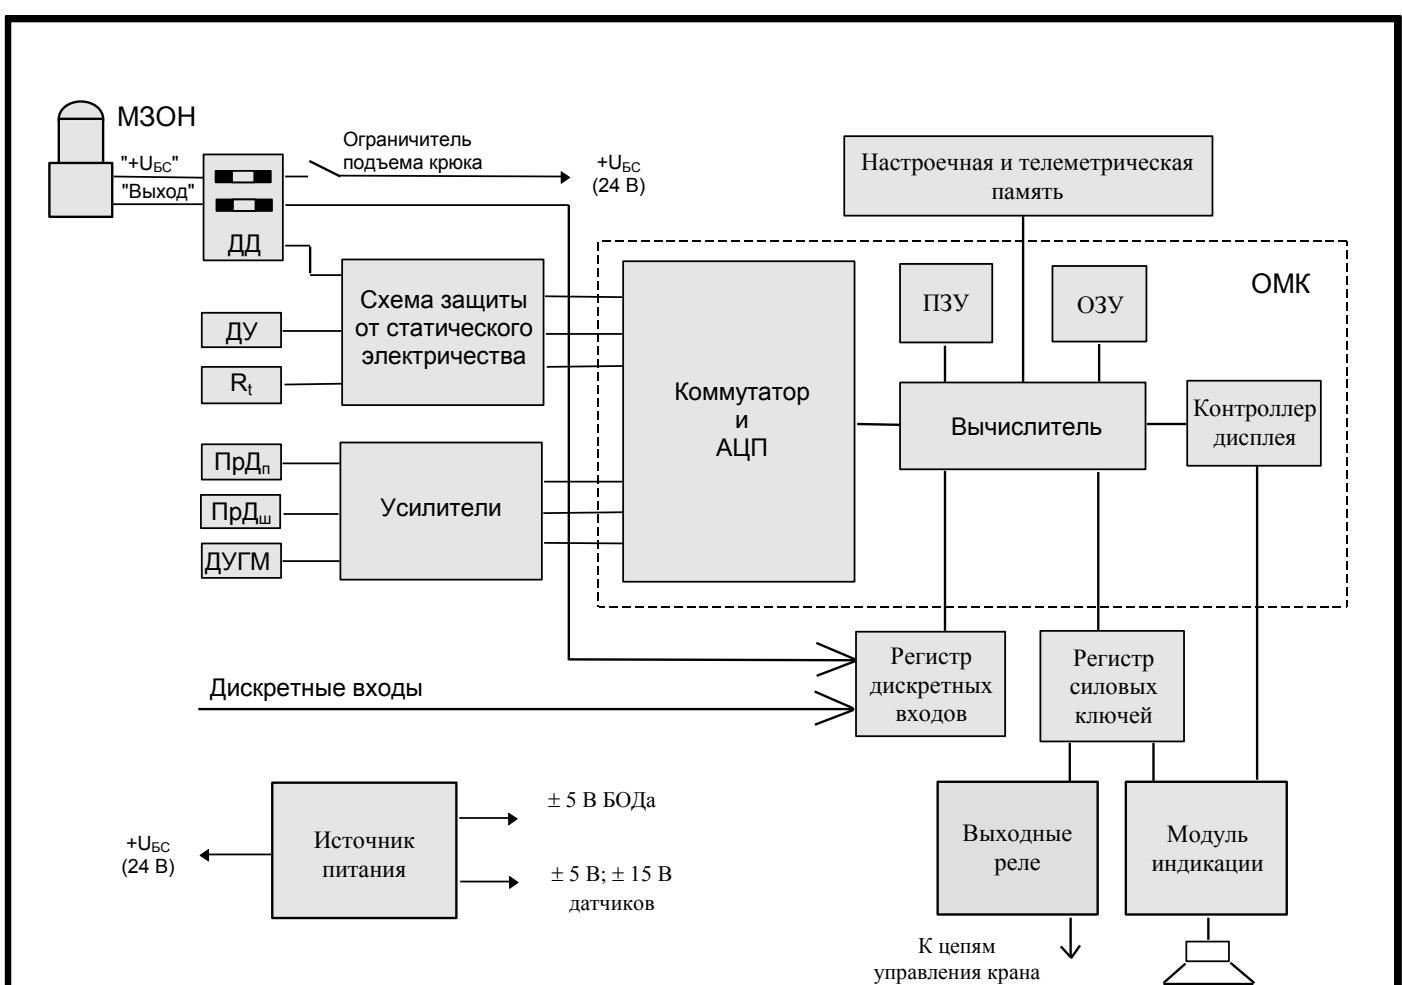

Рисунок 1 - Блок-схема ограничителя
1.4.1 Принцип действия ограничителя (рисунок 1) основан на последовательном опросе и преобразовании аналоговых сигналов с датчиков в цифровой код, определении угла и длины стрелы, расчете цифровыми методами величины вылета, высоты подъема (по